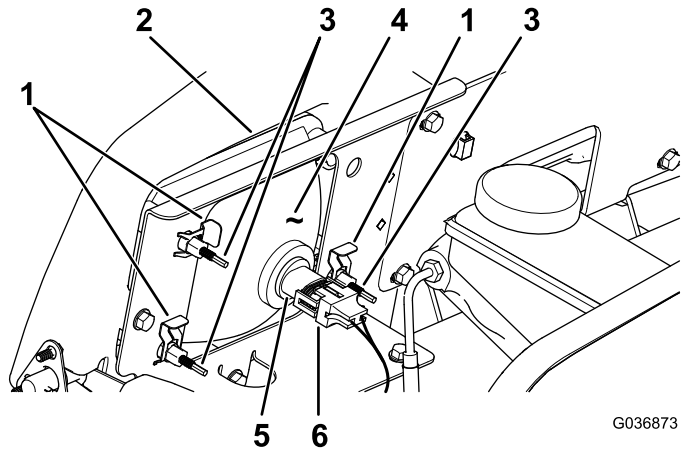

Figura 52
3. Scollegate il connettore elettrico del cablaggio dal connettore del gruppo luci (Figura 52).
4. Togliete i fermagli che tengono bloccato il faro anteriore sulla relativa staffa (Figura 52).
5. Rimuovete il gruppo faro anteriore spostandolo in avanti attraverso l'apertura nel paraurti anteriore (Figura 52).
6. Montate il nuovo faro anteriore attraverso l'apertura nel paraurti (Figura 52).
8. Collegate il connettore elettrico del cablaggio al connettore del nuovo gruppo luci (Figura 52).
2. Sul retro del gruppo faro, ruotate le viti di regolazione (Figura 52) per ruotare il gruppo faro e allineare la posizione di getto del fascio.